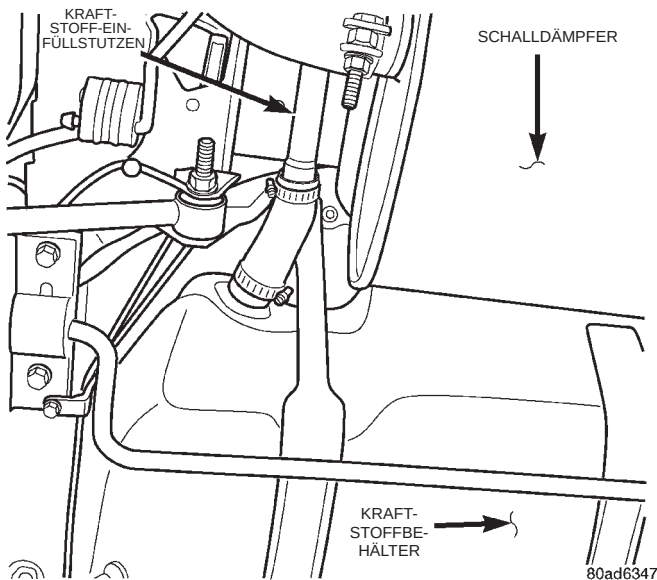
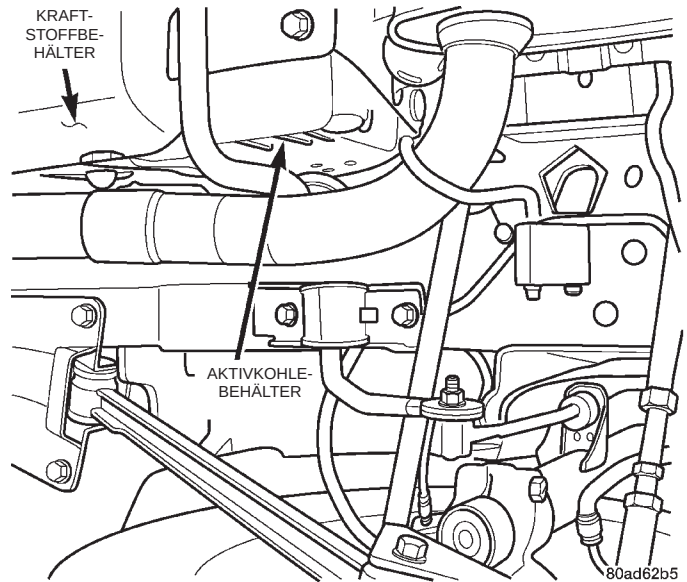

Abb. 25 Querstabilisator
Abb. 26 Querstabilisator und Aktivkohlebehälter
- (7) Die Halter des hinteren Querstabilisators von der Karosserie abbauen, dann den Querstabilisator zum Fahrzeugheck wegschwenken (Abb. 25) und (Abb. 26).